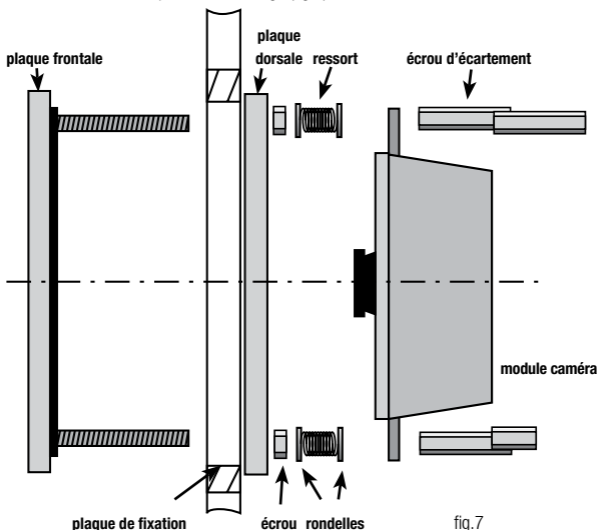

fig.7
Astuce: si vous utilisez une plaque de recouvrement de Niko (10-896), le montage du module caméra se trouve simplifié. Grâce à un système de serrage pratique (fig.7), la plaque de recouvrement et le module caméra sont fixés sur la plaque de fixation.
c. Vue latérale avec séquence de montage (fig.7)